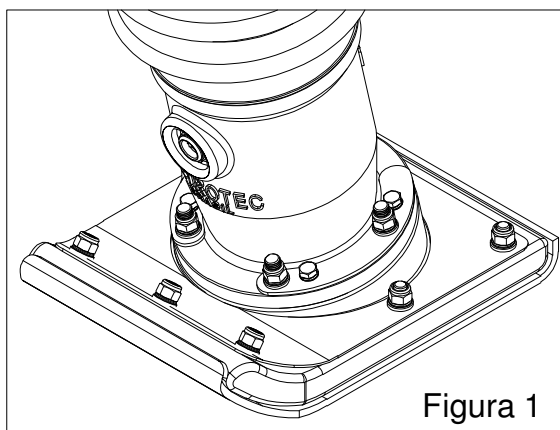

Figura 1
- 2 - Remova a vela com uma chave apropriada conforme a figura 1 abaixo.